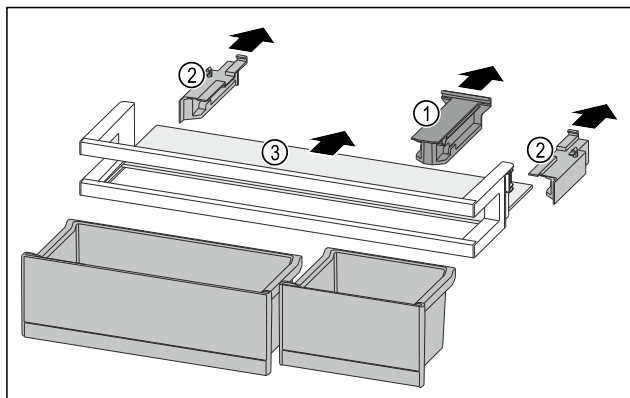

Fig. 251
- ▶ Húzza le a tartóelemet Fig. 251 (1).
- ▶ Húzza le az oldalsó részeket Fig. 251 (2).
- ▶ Vegye ki a tárolólapot Fig. 251 (3).